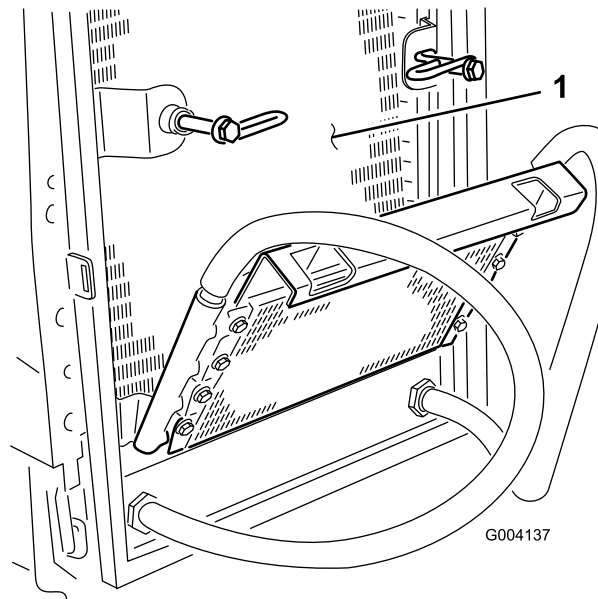

Figura 62
6. Limpie a fondo ambos lados del enfriador de aceite y del radiador (Figura 62) con aire comprimido.